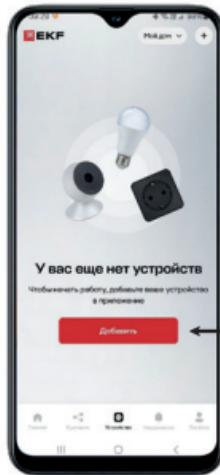

Рис. 4.1
7.2.1 В главном окне приложения нажмите кнопку «Добавить» или кнопку «+» (рисунок 4.1).